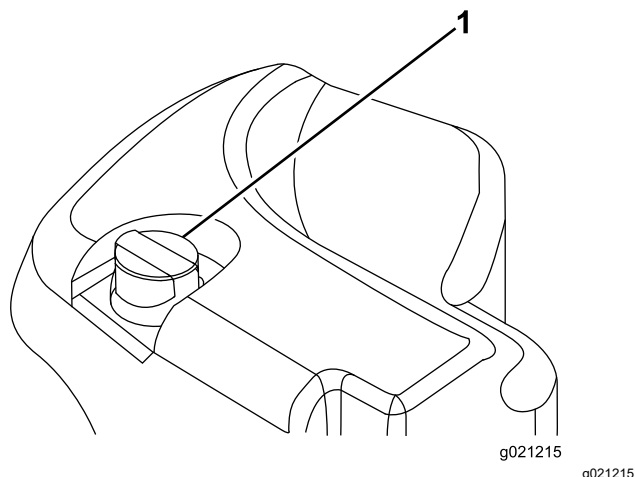

Figura 72
2. Limpe a zona em redor do tubo de enchimento e da tampa do depósito hidráulico (Figura 72).